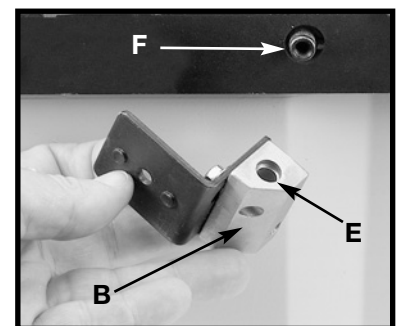

Fig. 11
4. Coloque el extremo rebajado (E) Fig. 11 del soporte del hendidor contra el extremo de la vara pivotante (F) y fíjela en su sitio utilizando se ensamblaron al tornillo (G) en el PASO #3.